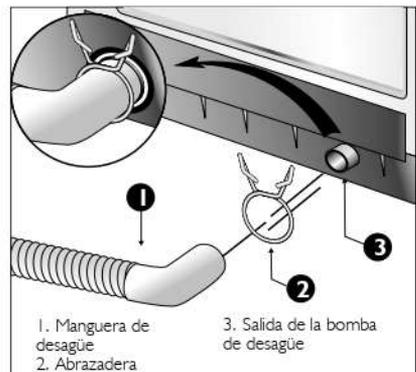

Figura 11
- Conecte la manguera de desagüe a la salida que se encuentra en la parte trasera de la lavadora y fíjela con la abrazadera. (Figura 11).
- Verifique que la conexión de la manguera de desagüe en la lavadora esté correctamente realizada. (Ver figura 11).